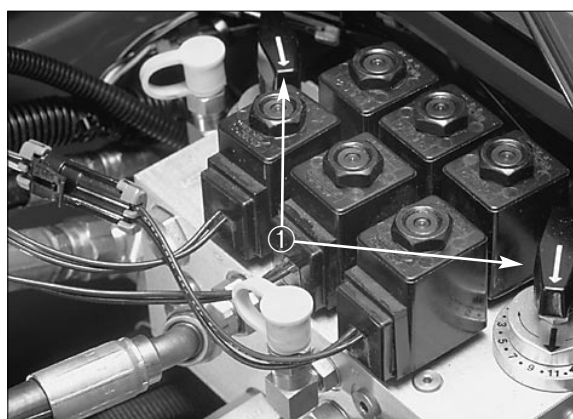

Fig. 18
4. Du stiller inn på riktig sylinderhastighet ved å dreie knappene (fig. 18) til indikatorpilene kommer på linje med tallet som angir ønsket innstilling.